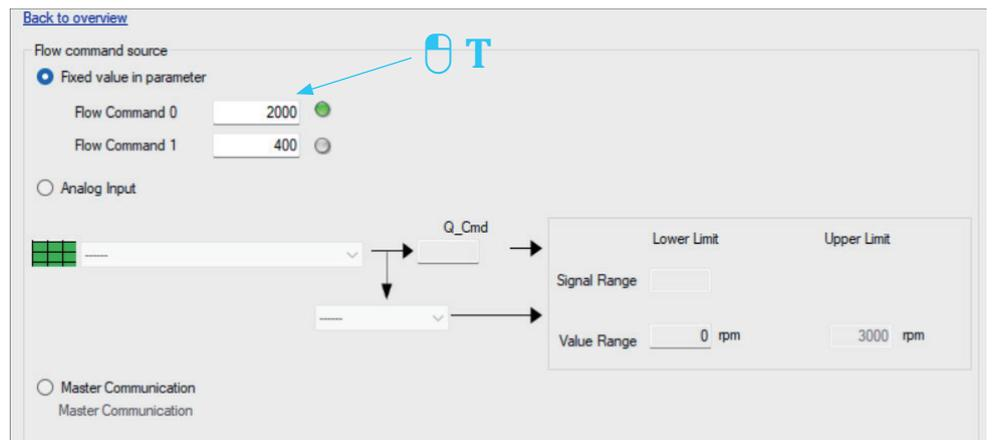

图 30: 固定流量指令 2/2
2. 在“参数中的固定值”下方的字段中输入所需的流量指令（请参见图 30: 固定流量指令 2/2）。